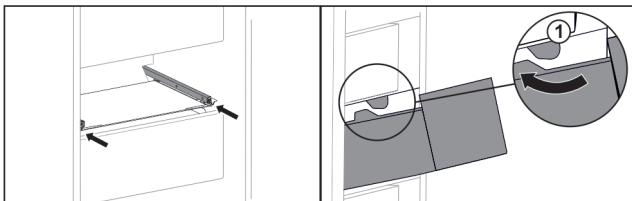

Fig. 53
- ▶ Far passare il cassetto intorno ai fermi Fig. 53 (1).